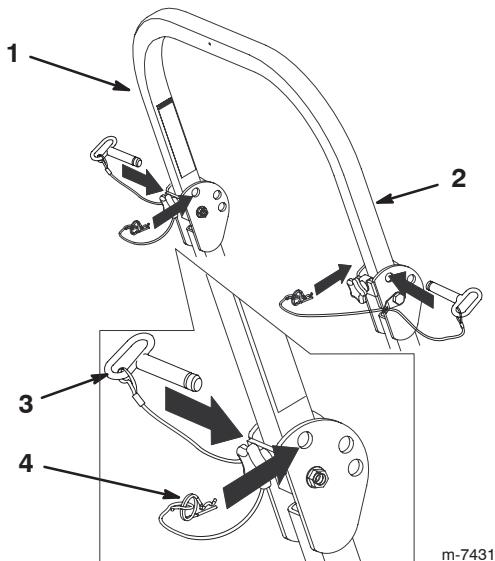

Figure 3
- Retirez les goupilles fendues puis les 2 axes (Fig. 3).
- Posez les 2 axes et fixez-les avec les goupilles fendues (Fig. 3).
- Pour relever l'arceau de sécurité, retirez les goupilles fendues puis les 2 axes (Fig. 3).
- Relevez complètement l'arceau de sécurité puis insérez les 2 axes et fixez ces derniers avec les goupilles fendues (Fig. 3).